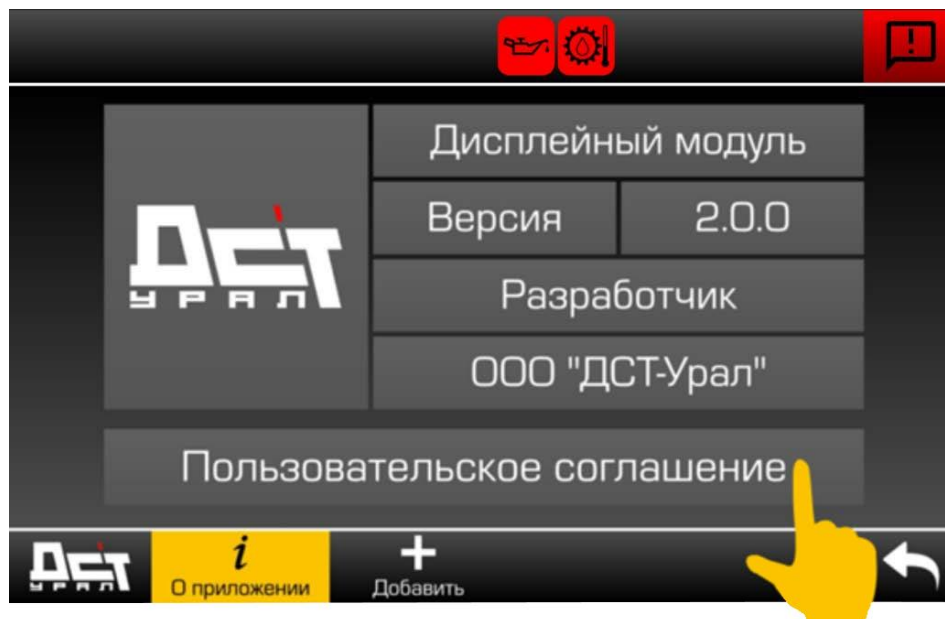

Рисунок 3.19. Страница «О приложении»
- Открыть страницу «О приложении», см. рис. 3.19.